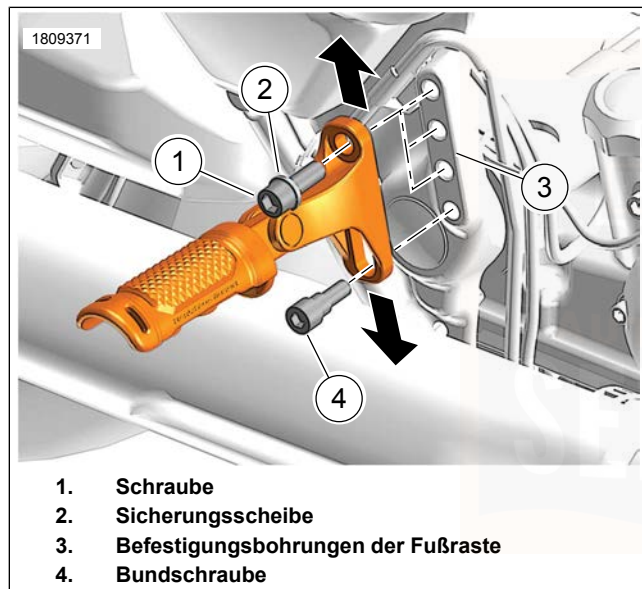

Abbildung 66. Soziusfußraste
1. Siehe Abbildung 66. Die Schraube der oberen Halterung (1) und die Sicherungsscheibe (2) entfernen.